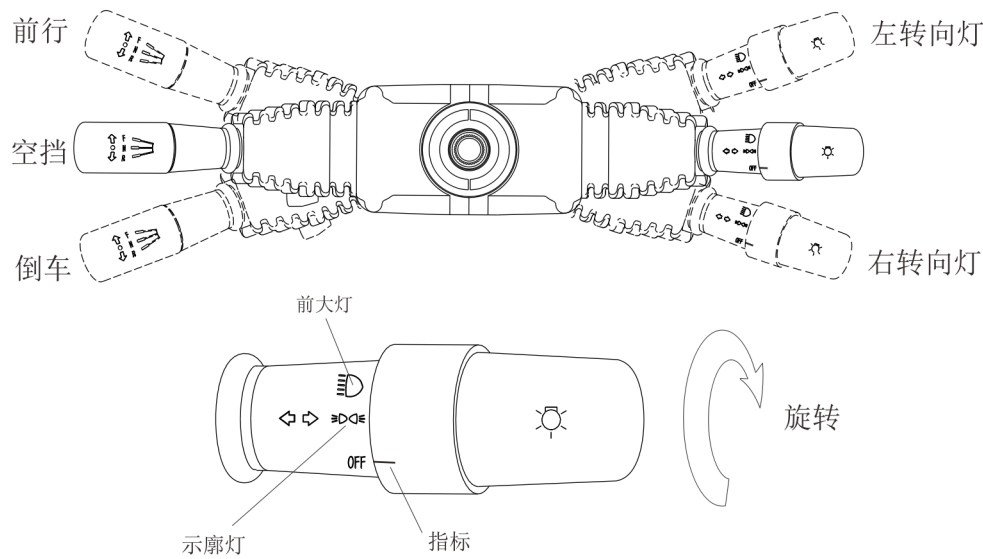

图 8-9 组合开关示意图
- (2) 按要求方向（向前或向后）拨动左侧方向杆（图 8-9 所示）；
- (3) 控制方向盘（向左或向右），慢慢地踩下加速踏板，直至要求的车速；
- (4) 在操作过程中，叉车发生异常故障，需迅速切断电源，请按下座椅右侧红色紧急断电开关；
- (5) 叉车行驶转弯时，应降低车速，在可能的情况下，尽量不要急转弯，防止侧倾；
- (6) 叉车的满载爬坡度为 6%（根据车型而定，详细请参考表 3-2），故爬坡时需要了解坡度情况，叉车在爬坡时必须将加速踏板尽量踩下，才能取得最大的爬坡力；
- (7) 叉车在下坡过程中，松开加速踏板，踩下制动踏板控制车速，确保安全；
(8) 叉车停止行驶时，应将车辆驶入停车区域内，右脚离开加速踏板，踩住制动踏板直至叉车完全停止。将货叉放到最低位置，因该车配电磁辅助刹车系统，故车辆停稳后按下急停开关拔出钥匙即可（电子密码锁操作方式见 8.1 节）。